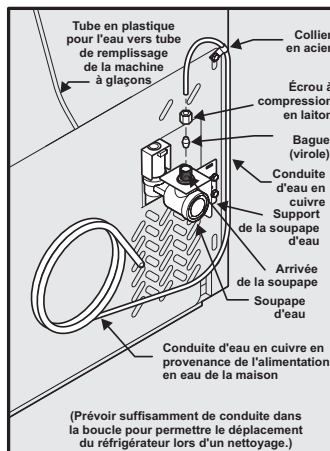

Figure 1
4. Si un tube en cuivre est utilisé - glisser un écrou à compression en laiton, puis une bague (raccord) sur la conduite d'alimentation en eau. Pousser la conduite d'alimentation en eau dans le robinet d'arrivée d'eau aussi loin que possible (6,4 mm - 1/4 po). Glisser la bague (raccord) dans le robinet d'arrivée et serrer à la main l'écrou à compression sur le robinet. Serrer d'un autre demi-tour à l'aide d'une clé; NE PAS trop serrer. Vous reporter à la figure 1.